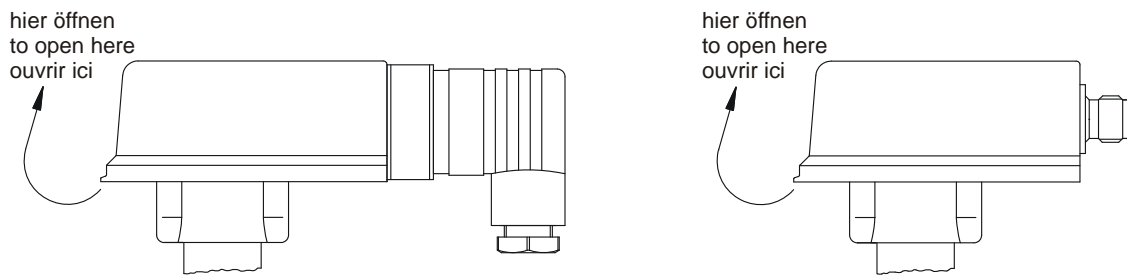

Abb.17
- ☞ Zum Verstellen der Schalteinheit öffnen Sie den Deckel des Schaltkopfes (→ Abb. 17) (entfällt bei VK3...)